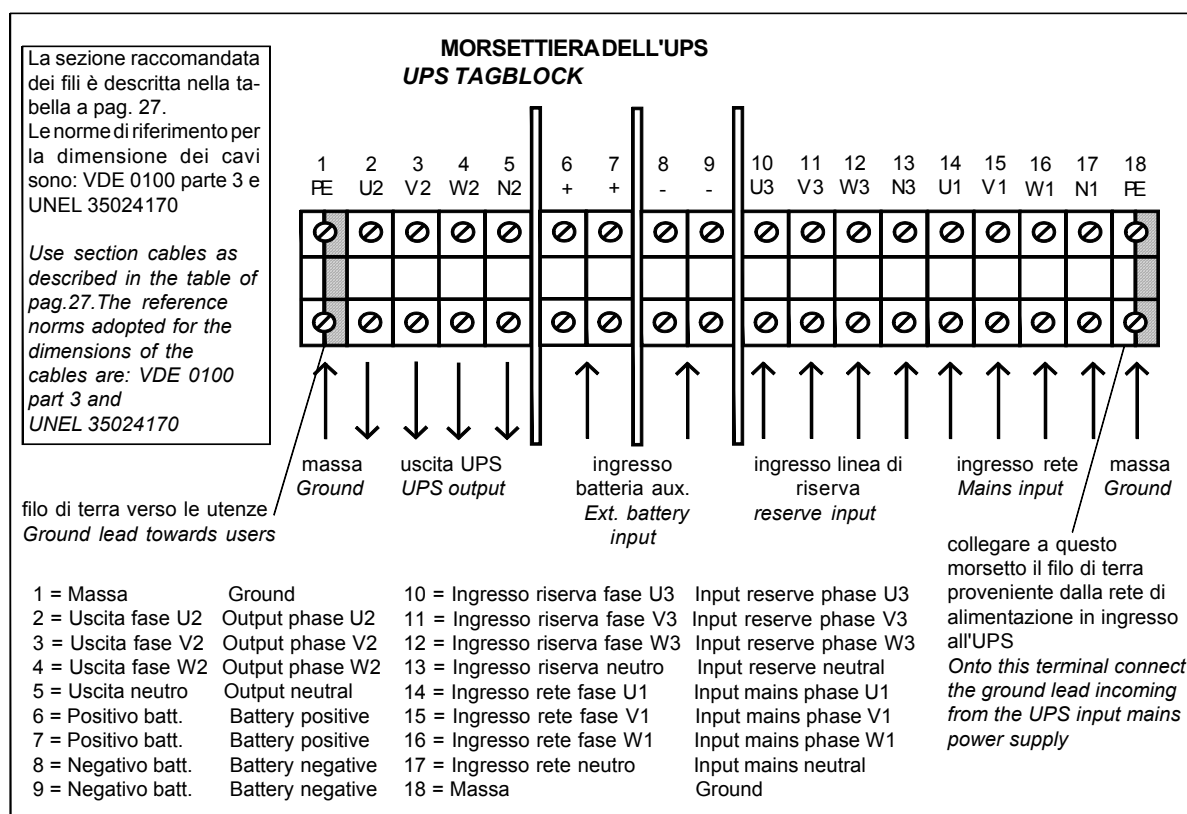

Fig. 2.3 - Collegamenti alla morsettiera dell'UPS
- 2) **Collegare all'apposito morsetto "18" della morsettiera il filo di terra proveniente dal quadro di distribuzione principale (fig. 2.3).**
- 2) **Connect the ground lead, incoming from the main distribution panel, to the "18" terminal on the tagblock (Fig. 2.3).**